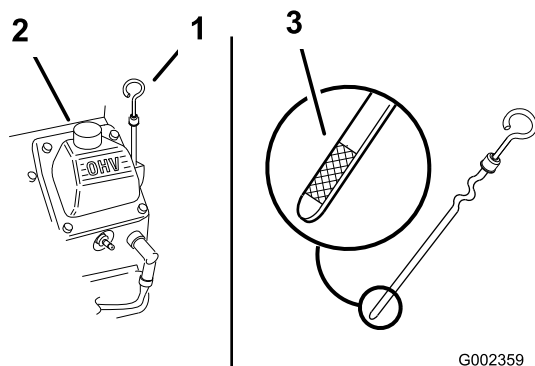

図 152
1. オイルキャップとディップスティック周辺をきれいに拭く 図 152。